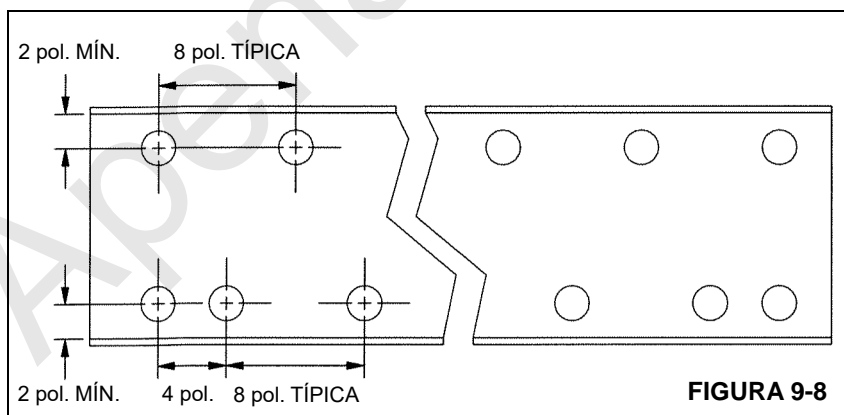

FIGURA 9-8
Consulte na Figura 9-8 o procedimento recomendado de furação e aparafusamento. Use parafusos de 5/8, Grau 8. Faça furos de 39/64 de diâmetro, direcione os parafusos de encaixe e aperte de acordo. Consulte "Elementos de fixação e valores de torque" na página 1-7.
8. Se a cantoneira de reforço será aparafusada, faça o padrão de furos e instale os parafusos de acordo com a Figura 9-8. Reforce os recortes do suporte de molas, a